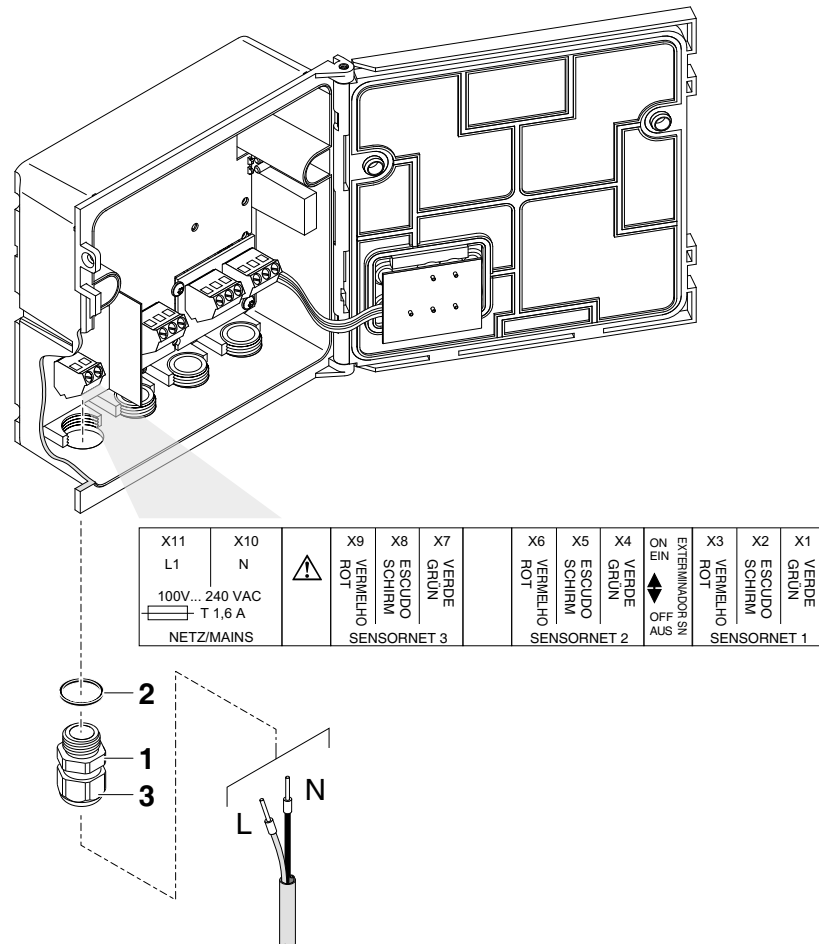

Fig. 3-2 Ligação da linha de alimentação.
- 6 Aperte o buçim do cabo (pos 1 em Fig. 3-2) com o anel de vedação (pos 2) no invólucro do módulo.
- 7 Solte o anel de acoplamento (pos. 3).
- 10 Aperte o anel de acoplamento (pos. 3).